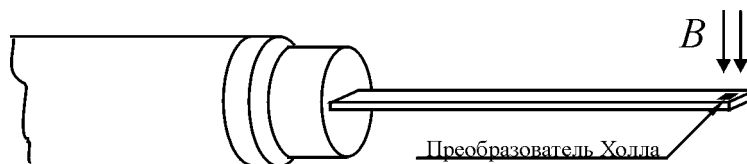

Рис. 1 Рабочая часть измерительного зонда типа «М»
1.4.5 Измерительные зонды типа «М» («М» и «М1») предназначены для измерений магнитной индукции в зазорах магнитных систем либо на поверхности постоянных магнитов (ферромагнитных деталей) и имеют рабочую часть плоской формы. Магниточувствительная ось преобразователя Холла перпендикулярна плоскости рабочей поверхности рабочей части измерительного зонда «М» или «М1» (рис. 1).
Для того чтобы получить результаты измерений с указанной в настоящем РЭ точностью, необходимо при проведении измерений руководствоваться сведениями, изложенными в 2.3 настоящего РЭ, а также изображениями на рис. 1, 2.